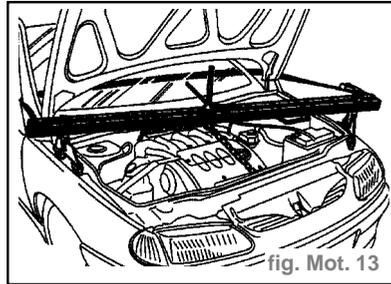

fig. Mot. 13
- la protection (3) du calculateur en ayant écarté le bocal de direction assistée,
- la fixation (4) du tuyau de conditionnement d'air,
- les tuyaux d'alimentation et de retour carburant (5) sur les rampes d'injection à l'aide d'un tournevis puis les dégraffer sur le carter de distribution.
- Mettre en place le support moteur. (fig. Mot. 13)